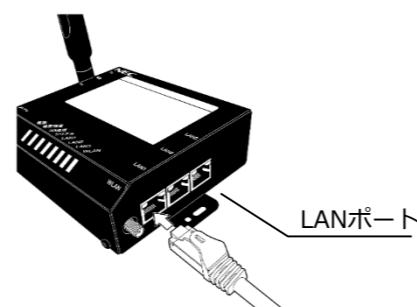

図3. モバイルパック3GルータへのLANケーブルの接続
- (1) モバイルパックと「出力制御ユニットパック(パナソニック)」のそれぞれのプラボックス間を、手順3-(6)で取り付けたPF管でつなぐ。
- (2) 上記手順(1)でつないだPF管にLANケーブルを通す。
- (3) モバイルパックの3Gルータ側面のLANポートにLANケーブルを接続する。(図3)